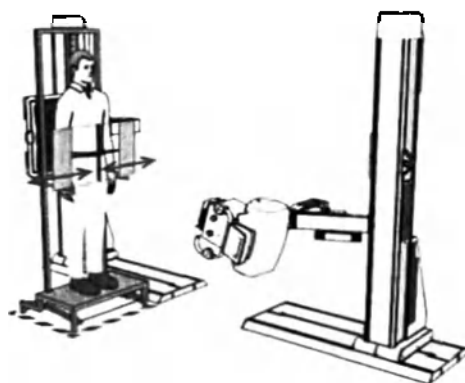

Рис.7.17. Настройка коллиматора
- Высота коллимации рассчитывается автоматически, исходя из настроек (рис.7.17).